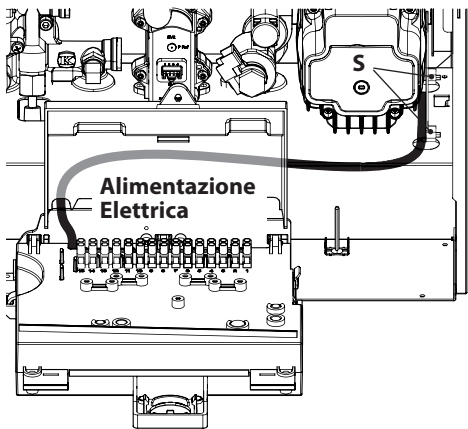

Figura 5.21
- Collegare il cavo di alimentazione elettrica all'interruttore onnipolare rispettando la corrispondenza della linea (filo marrone) e del neutro (filo azzurro) Figura 5.21.
Far fuoriuscire il cavo dalla caldaia utilizzando le apposite fascette **S** (Figura 5.21).
Far fuoriuscire il cavo dalla caldaia utilizzando le apposite fascette S (Figura 5.21).